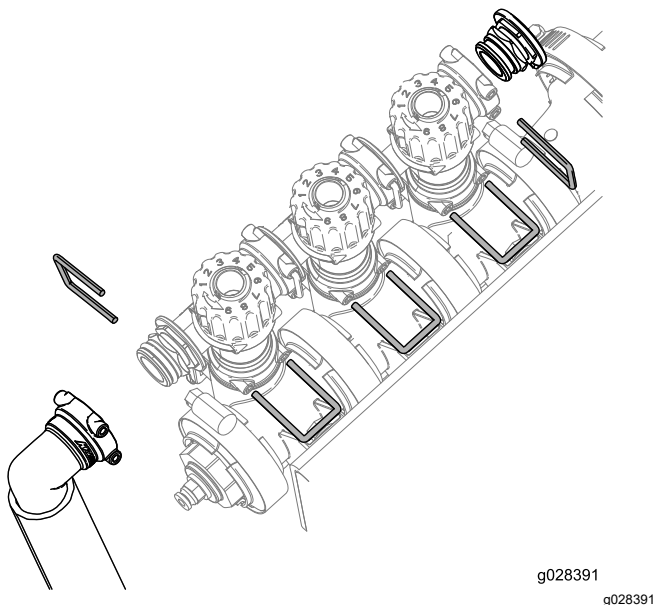

Figura 14
3. Îndepărtați opritoarele care fixează ansamblul blocului de vane de bypass bra, capacul de la capăt i ansamblul furtunului cu fitting conform indicațiilor din Figura 14.